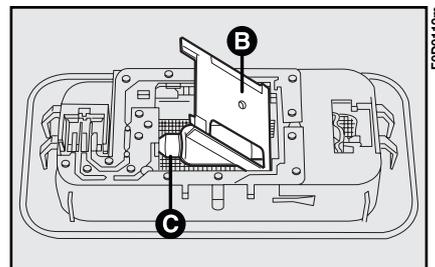

fig. 32
2) levante la tapa **B-fig. 32** y quite la lámpara fundida.